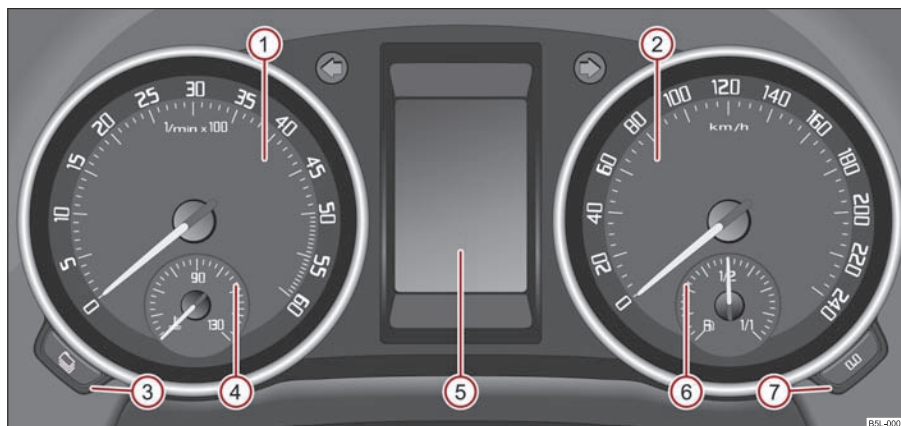

Fig. 18 Tabloul de instrumente
Zona roșie de pe scala tuometrului ① ⇒ pagina 17, fig. 18 marchează domeniul în care unitatea de comandă a motorului începe să limiteze turația motorului.
Indicatorul temperaturii lichidului de răcire ④ ⇒ pagina 17, fig. 18 funcționează numai când contactul motor este pus.
Indicatorul rezervei de carburant ⑥ ⇒ pagina 17, fig. 18 funcționează numai când contactul motor este pus.
Mențineți butonul de resetare ⑦ ⇒ pagina 17, fig. 18 cca. 1 secundă apăsat pentru a reseta contorul.